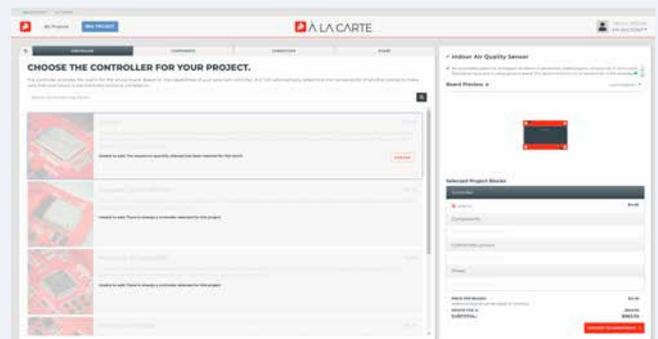

Bild 4. Wählen Sie Ihren Controller aus!
Schritt 1: Wählen Sie einen Controller. In diesem Fall wählen wir SparkFuns Flaggschiff, den Artemis, da er die Fähigkeit hat, das Projekt in der Zukunft mit Bluetooth 5.0 und mit einem großen Flash-RAM von 384 K für den gesamten Code zu erweitern (**Bild 4**).